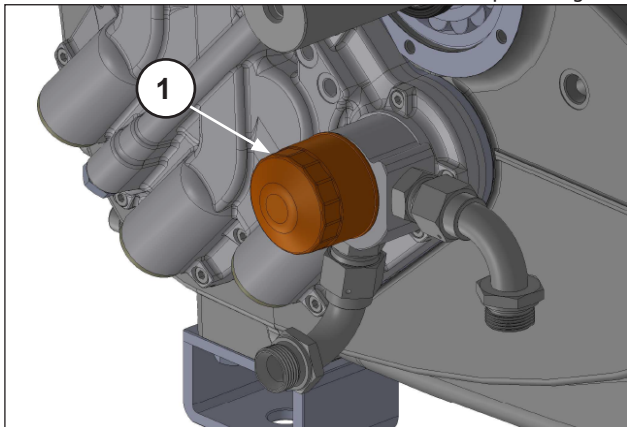

Fig. 17
Desenroscarlo a mano o con una herramienta adecuada (pos. ①, Fig. 17).